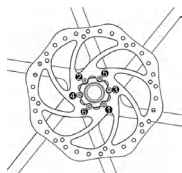
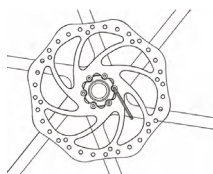

Figura 2-1 Sequenza di serraggio del disco e delle viti di fissaggio del disco
Figura 2-2 Serrare le viti di fissaggio del disco con una chiave esagonale da 3 mm
- ① Installare il disco sul mozzo, assicurandosi che il segno sul disco sia rivolto verso l'esterno (la direzione di rotazione della ruota sia coerente con la direzione della freccia del disco), quindi serrare parzialmente le viti di fissaggio del disco.
- ② Indossare guanti protettivi, applicare una certa forza al disco in senso orario e serrare le viti di fissaggio del disco in ordine diagonale (come mostrato nella Figura 2-1 e nella Figura 2-2).
- ③ Coppia di serraggio della vite di fissaggio del disco 60 kgf-cm (55 lb-in)